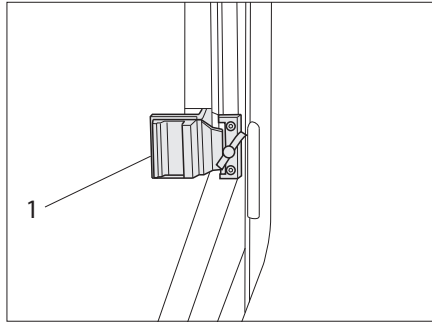

Fig. 58 Finestra scorrevole con bloccaggio scorrevole
- Ruotare il bottone di bloccaggio (Fig. 58,1) portandolo in posizione verticale.
- Premere la maniglia (Fig. 58,2) e spingerla contemporaneamente in avanti o indietro.